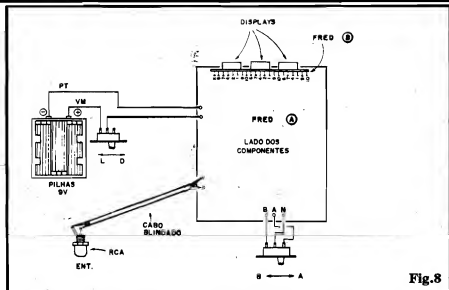

Fig. 8
- FIG. 8 - CONEXÕES EXTERNAS - Com as duas placas já devidamente "emendadas", restam as conexões externas, que são poucas e simples, mas ainda importantes... A figura mostra o conjunto sendo observado pelo lado dos componentes da placa A (placa B já anexada, conforme figura anterior...), enfatizando as ligações periféricas... Atenção aos seguintes pontos: polaridade da alimentação (sempre fio **vermelho** no positivo e fio **preto** no negativo, lembrem-se...?), conexões aos terminais da chave de faixas (a posição "B" é para a faixa mais "baixa" de frequências, e a posição "A" para a faixa mais "alta"...) e - finalmente - as ligações com cabo blindado ao jaque RCA